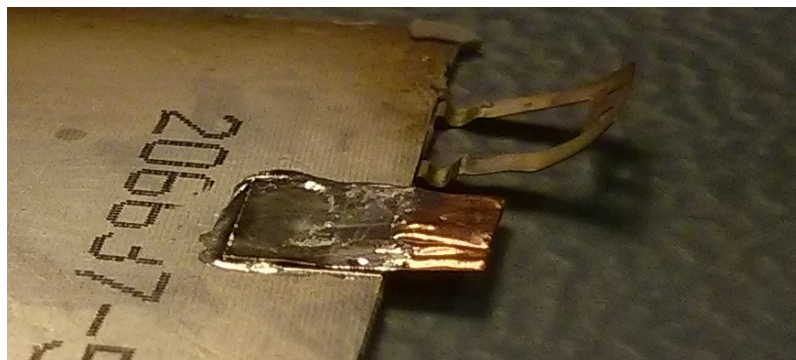

Figure 8: Påloddet tap fra siden - vigtigt at den ligger flat mod cellen og at der ikke er klumper af tin oven på
- Undgå at tappen eller tinklumper hæver sig for meget over cellen, skal sørge for at den kan ligge fladt når cellen skal lægges på silikonen, se fig 8